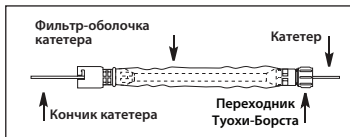

Рисунок 2
- a. Если используется фильтр-оболочка катетера с переходником Туохи-Борста (при наличии), вставьте кончик требуемого катетера в конец фильтр-оболочки катетера, где установлен переходник Туохи-Борста. Продвните катетер через трубку и втулку на противоположном конце (см. рис. 2).